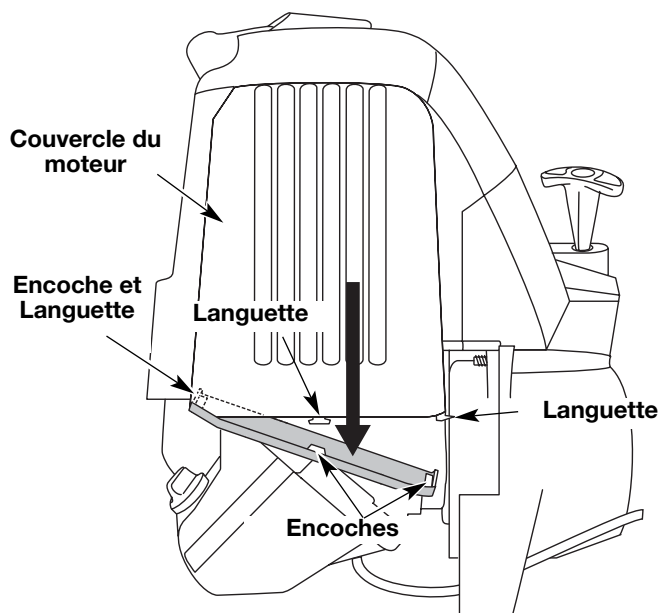

Fig. 33
1. Retirez le couvercle du silencieux en appuyant sur le coin à l'aide d'un tournevis à lame plate (Fig. 33). Glissez les encoches sur les côtés du couvercle par-dessus les languettes du couvercle du moteur et retirez le couvercle.
6. Déposez le couvercle du moteur (Fig. 33).